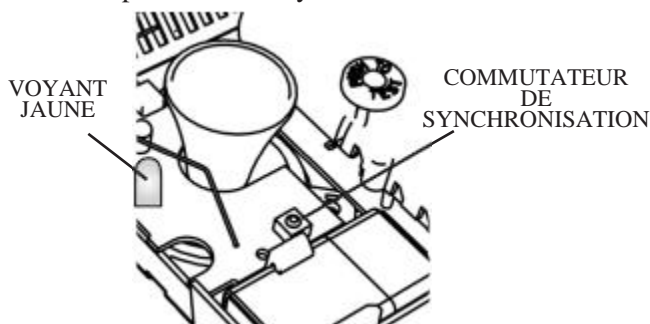

Figure 9
1. Ouvrez le couvercle en tirant sur l'onglet. Exercez une pression prolongée sur le commutateur de synchronisation jusqu'à ce que le voyant ambre s'allume, puis relâchez-le. Le voyant ambre clignote alors rapidement pendant environ une seconde pour indiquer que le détecteur se trouve maintenant en mode synchronisation (voir figure 9).